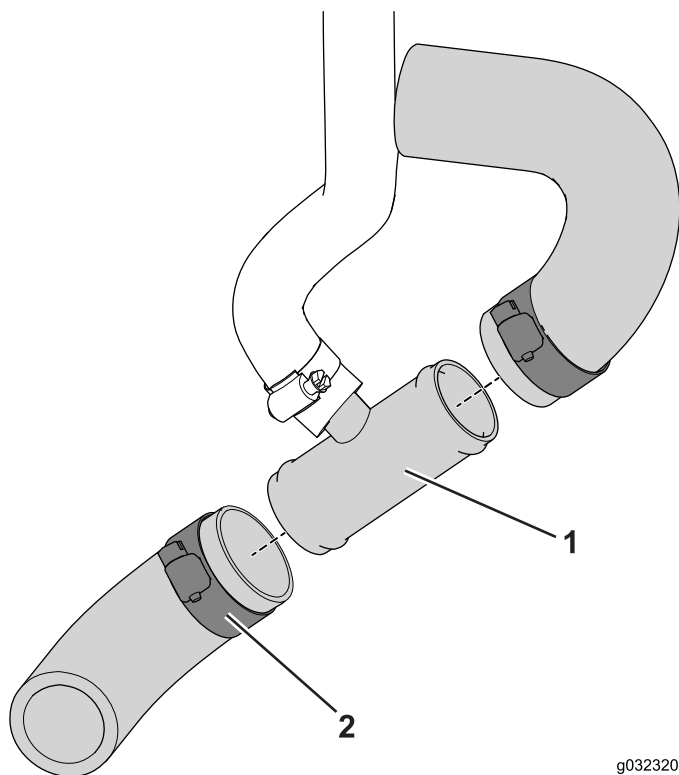

Figure 13
3. Glissez les extrémités coupées sur le raccord en T et fixez le tout avec le collier ($\frac{3}{4}$ à $1\frac{1}{2}$ "), comme montré à la Figure 13.